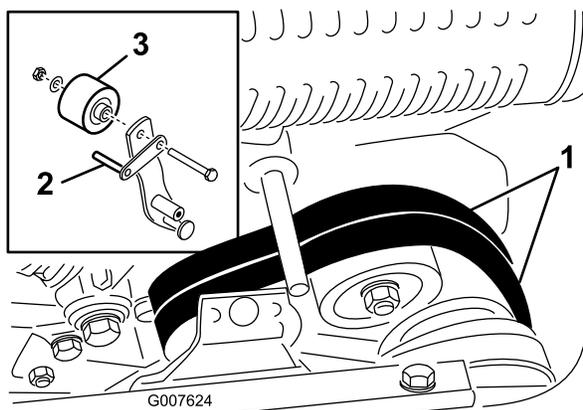

図 34
8. エンジンを使わずに、楽に機体を押したり引いたりすることができるように、ベルト・ガイド (図 34; 挿入図) を以下のように調整しておきます: